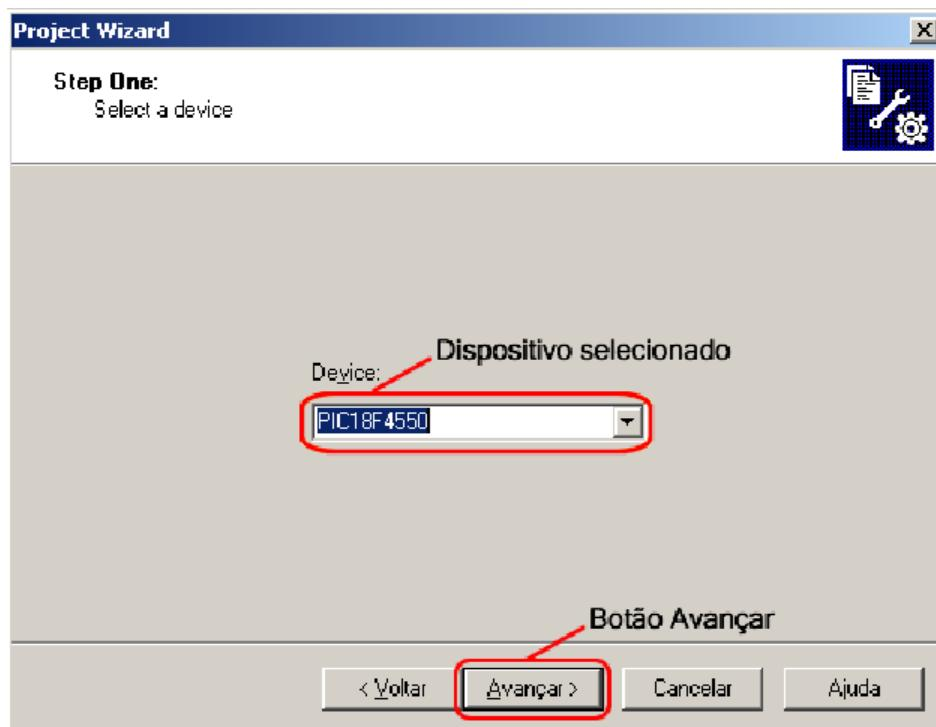

Figura 3.28 - Escolha do microcontrolador.
- 4) A tela seguinte permite a seleção do dispositivo a ser utilizado. Em nossos KITS utilizamos o PIC18F4550 ou o PIC32MX775F256L. Selecione o microcontrolador desejado e, em seguida, clique no botão avançar (ver Figura 3.28).